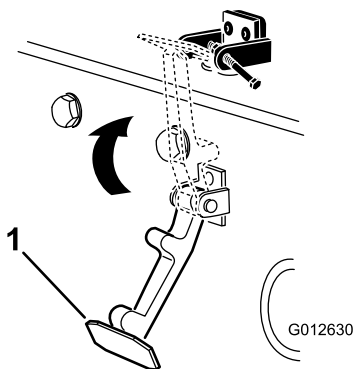

**Figura 6**
7. Prindeți clichetul capotei pe suportul clichetului capotei (Figura 6).